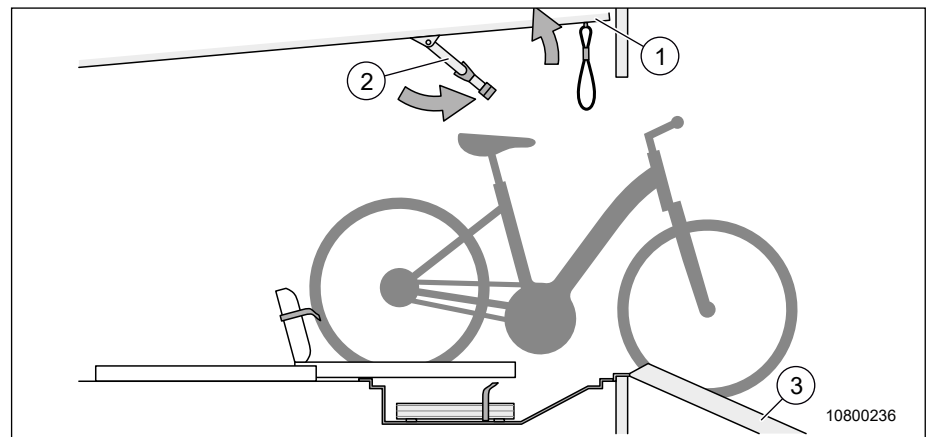

Fig. 2 Préparation du garage
3. Pousser le lit (Fig. 2, pos. 1) vers le haut.
4. Pivoter l'étrier (Fig. 2, pos. 2) vers l'avant.
5. Accrocher la rampe d'accès au cadre de la porte (Fig. 2, pos. 3).